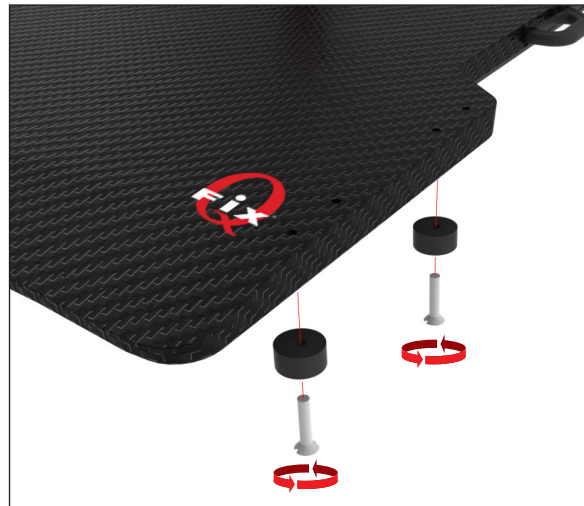

Abb. 28
2. Befestigen Sie verbleibenden 2 Zentrierscheiben (mit Rand) auf der gegenüberliegenden Seite der ersten beiden Scheiben in den entsprechenden Löchern mit jeweils einer (1) ¼-20 x 1 ¼-Zoll-Schraube (Abb. 28).